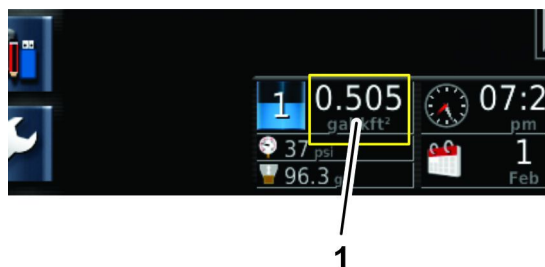

Figura 142
3. Aguarde até ser mostrada a taxa de aplicação alvo (Figura 142).